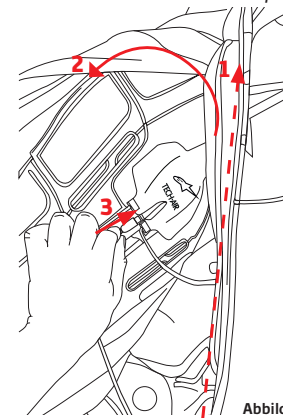

Abbildung 8
Tipp: Wird das Airbagsystem Tech-Air® Race Vest in einem Lederanzug installiert, hat man besseren Zugriff auf den MicroUSB, indem man einen der Reißverschlüsse zur Befestigung der Weste (1) öffnet und die Weste teilweise herausnimmt. (Siehe Abbildung 8).
Tipp: Es ist leichter, den Hauptschalter (8) zu erreichen, wenn man zuerst einen der Reißverschlüsse zur Befestigung der Weste (1) öffnet und die Weste teilweise aus dem Anzug nimmt (siehe Abbildung 8). Natürlich muss der Reißverschluss wieder geschlossen werden, wenn man den Hauptschalter wieder angestellt hat.